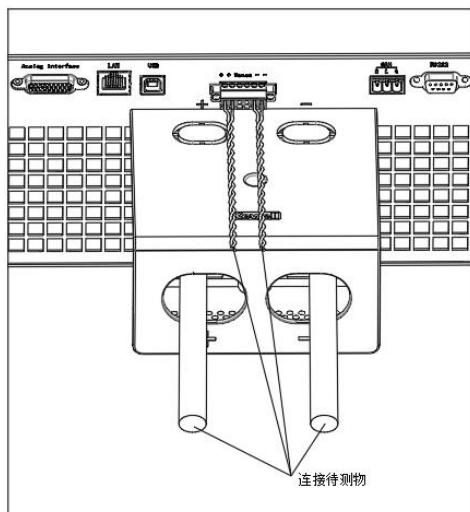

图 2-5 远端感测连接示意图
- (1) 远端感测连接口位于后背板的直流输出端子的正上方。
- (2) 正确的连接“Sense”可确保输出电压即为设定电压，本产品最多可补偿 5%满量程电压的压降。
- (3) 远端感测导线需使用双绞线连接，连接方法如图 2-5 所示，连接线的线径一般使用 22AWG，且耐压符合要求。
- (4) 远端感测导线需要正确的连接在输出直流端子上，或负载待测物的输入端，即“+”端连接至电源输出端子的“+”或连接待测物输入的“+”端；而“-”端连接至电源输出端子的“-”或连接至待测物输入的“-”端。若极性接反，会导致输出电压降为 0，且会提示设备出现故障。